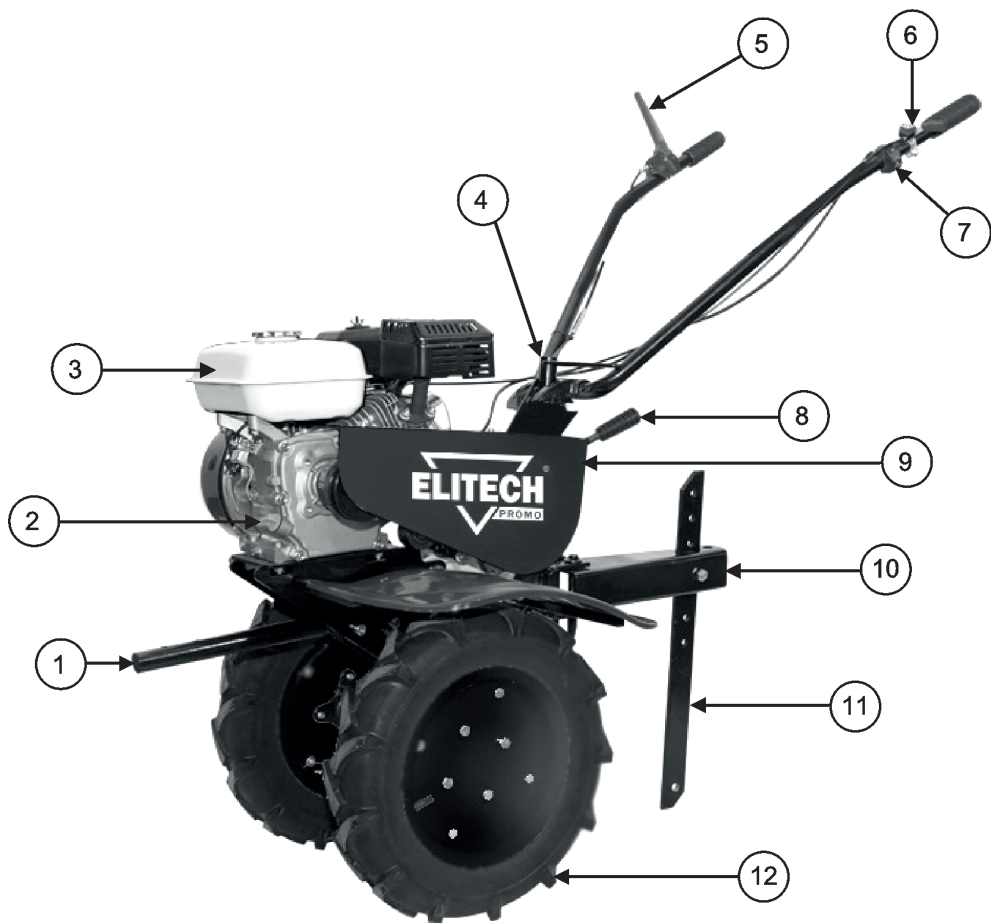
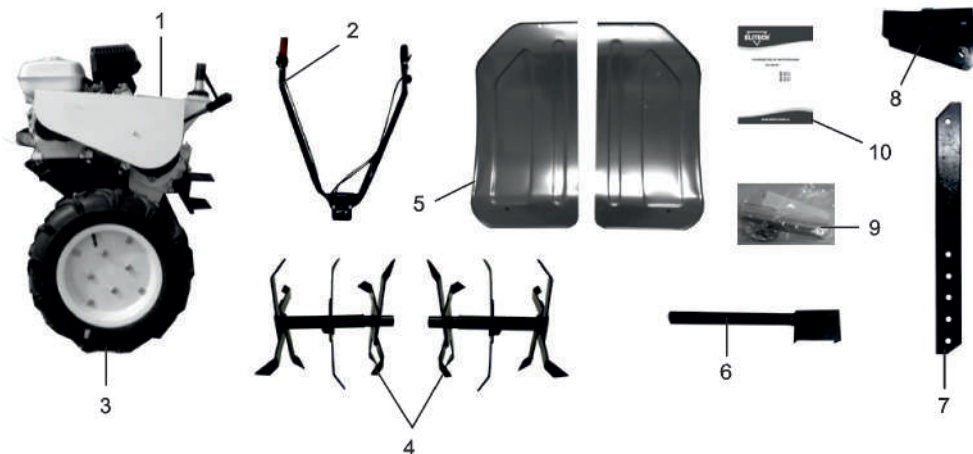
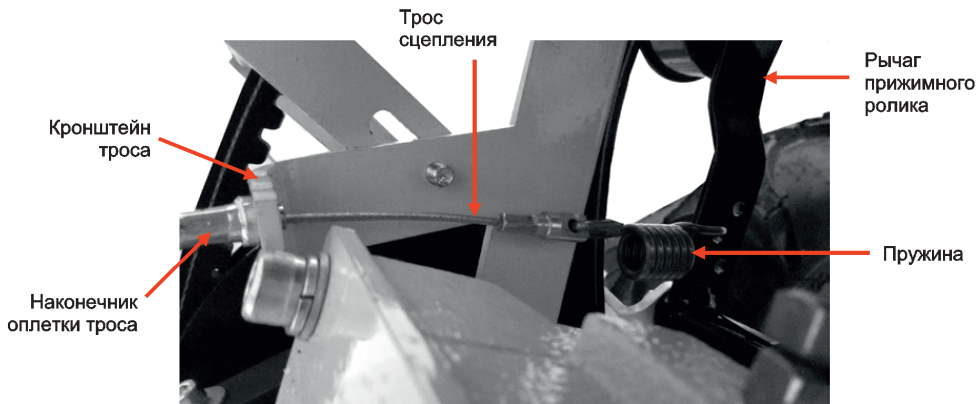

Рис. 1
Рис. 2
Рис. 3
3. Установите на мотоблок кронштейн сошника 8 (Рис. 2) и сошник 7 (Рис. 2).
4. Установите вал для навесного оборудования 6 (Рис. 2).
5. С помощью крепежа из пакета 9 (Рис. 2) установите на мотоблок защитные крылья фрез 5 (Рис. 2).
6. Установите рукоятку управления 2 (Рис. 2) и зафиксируйте фиксатором 4 (Рис. 1).
7. Подсоедините трос сцепления с пружиной к рычагу прижимного ролика (Рис. 3). Для этого вставьте наконечник троса в паз рычага сцепления 5 (Рис. 1) на рукоятке управления. На другой конец троса наденьте пружину, зацепите пружину за отверстие на рычаге прижимного ролика. Затем заведите наконечник оплетки троса в отверстие кронштейна (Рис. 3)